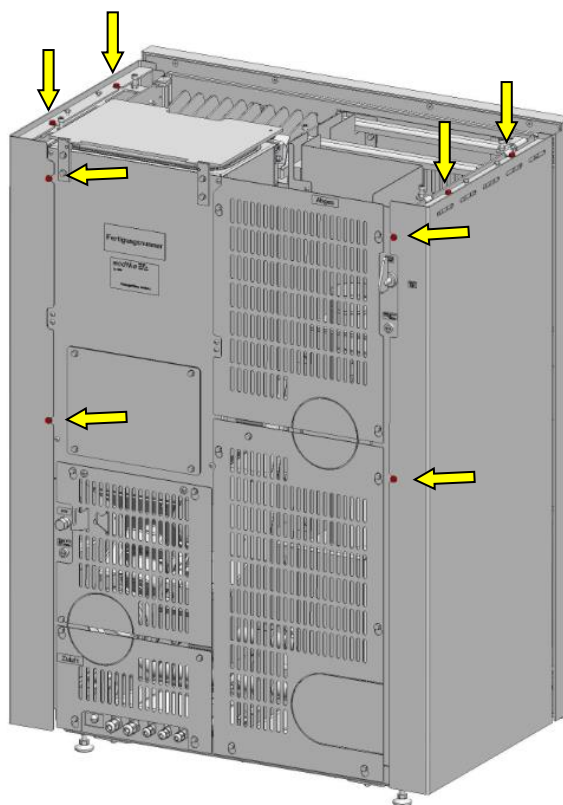

Abb. 18: Befestigungsschrauben Seitenverkleidungen
1. Auf der rechten bzw. linken Seite oben, die zwei Befestigungsschrauben (Abb. 18) lösen, jedoch nicht entfernen.